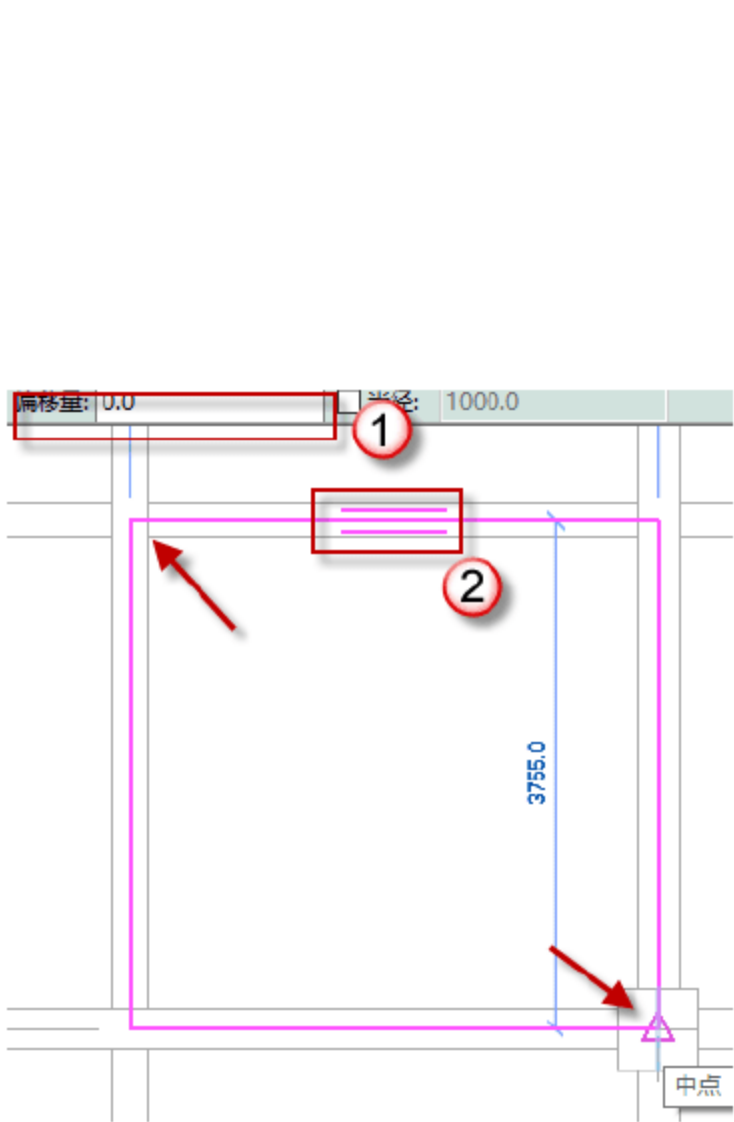

图 4.3.19 绘制 9 号板
(19) 绘制 9 号板，单击“矩形”按钮，绘制 9 号板，调整跨方向，将偏移量设置为 0，单击√按钮，完成绘制，如图 4.3.19 所示。